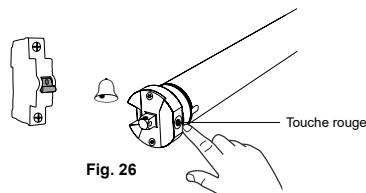

Fig. 26
- Dans un intervalle de **15 secondes**, actionnez une fois la **touche rouge** du moteur (**Fig. 26**), un bip sonore retentit.